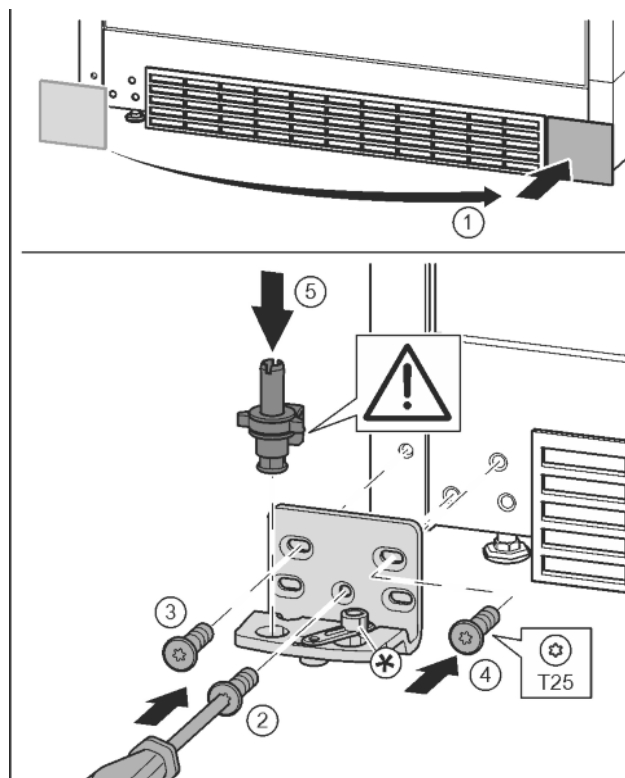

Fig. 13
- ▶ Snemite pokrov in ga namestite na drugi strani. Fig. 13 (1)
- ▶ Ležajni podstavek namestite na drugo stran in privijte s pomočjo izvijača T25. Pričinite z vijakom 2 spodaj na sredini. Fig. 13 (2)
- ▶ Privijte vijaka 3 in 4. Fig. 13 (3, 4)
- ▶ V celoti vstavite ležajni sornik. Pri tem pazite na to, da je zaskočni zapah obrnjen nazaj. Fig. 13 (5)